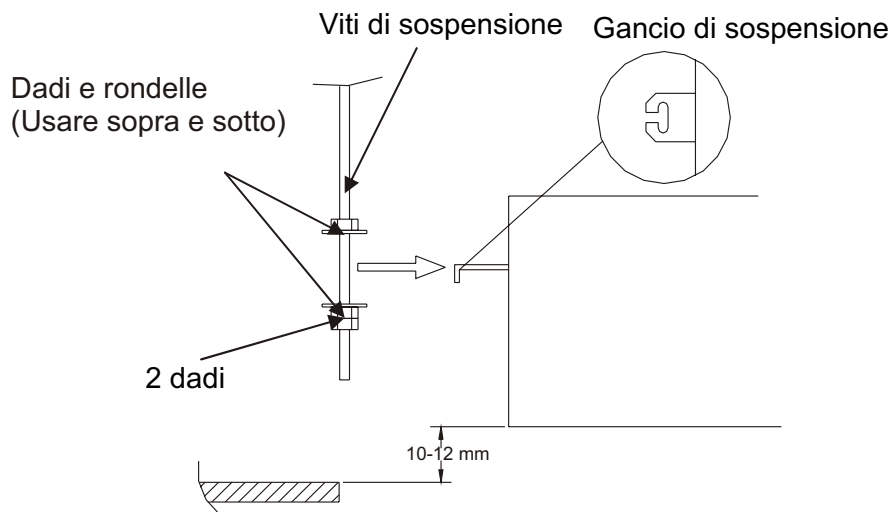

Fig.9
4. Per prevenire eventuali allentamenti, si raccomanda di usare 3 dadi esagonali (preparati sul posto) e due rondelle (accessori) per ogni vite di sospensione. Fare attenzione di utilizzare 2 dadi nel lato più basso (Fig.9)